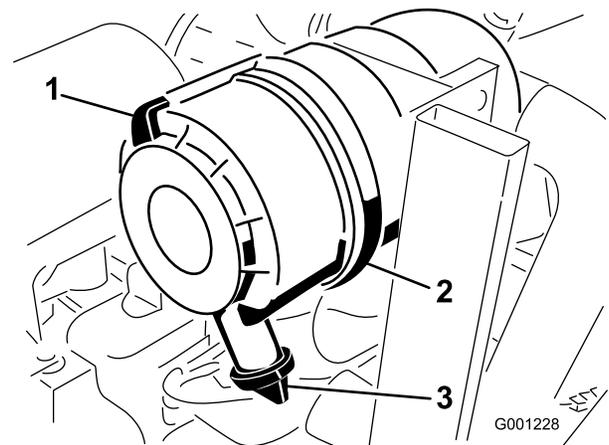

Figura 47
1. Tire hacia fuera del enganche y gire la tapa del limpiador de aire en sentido antihorario (Figura 47).
2. Retire la cubierta de la carcasa del limpiador de aire (Figura 47).
- Instale la tapa con la válvula de salida de goma hacia abajo - aproximadamente entre las 5 y las 7, visto desde el extremo (Figura 47).